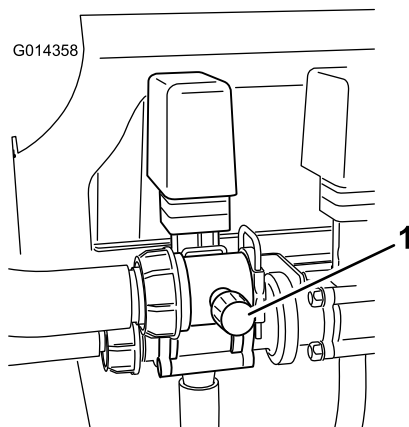

Bild 24
8. Stellen Sie das Umwälzungssicherheitsventil (Bild 24) hinten am Umwälzungsventil so lange ein, bis das Manometer 100 psi anzeigt.